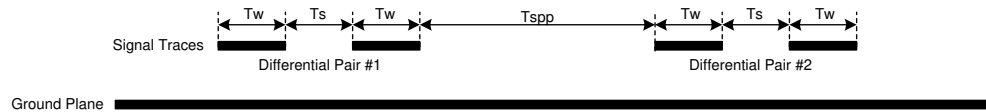

图 9-16. DMD 差分布局建议
DLPC7530 I/O 时序参数以及 DMD I/O 时序参数可在相应的数据表中找到。同样，可通过受控的 PCB 布线对 PCB 布线不匹配问题进行预算并予以解决。PCB 设计建议在表 9-8、图 9-16 和下面的段落中提供，作为客户的切入点。
- (1) 可实现节 5.7 中  $R_{DIFF}$  规定的所需标称差分阻抗的建议。
- (2) 这些参数显示了基于图 9-16 中所示微带设计的建议。该设计可更大限度地减少信号损失，从而支持更长的布线长度，但会增加电磁干扰 (EMI)。设计人员可以选择使用带状线设计来缩短布线长度，并以信号损失为代价更大限度地降低 EMI。
- (3) 缩小的通道内间距可用于避开控制器焊球场，但应将此间距至少加宽至避开之后规定的最小值。